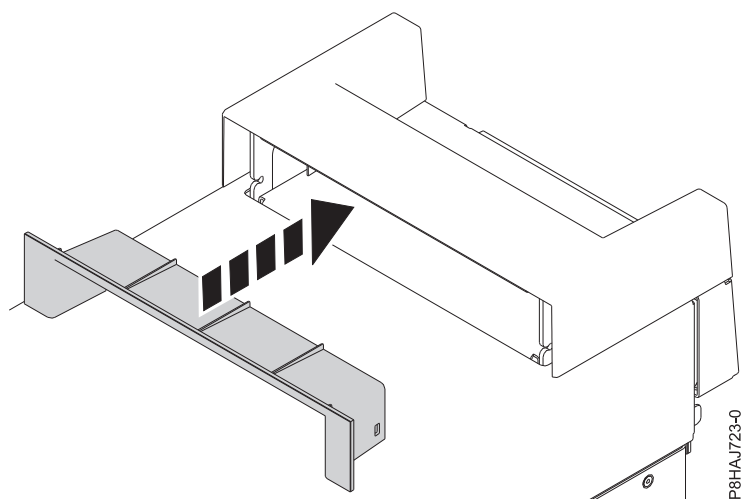

図 85. 8286-41A スタンドアロン・システムのハンドル・カバー内の断片の差し込み
2. ハンドル・カバーの断片をしっかりとハンドル・カバーに押し込んで、断片をハンドル・カバー内に差し込みます (119 ページの図 85 を参照)。